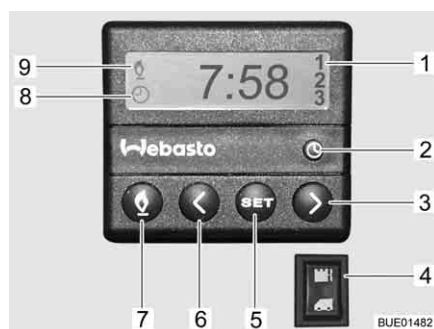

Fig. 176 Centralina di controllo per riscaldamento fisso
- Premere il tasto (Fig. 176,7). Il funzionamento del riscaldamento viene indicato con il simbolo (Fig. 176,9). La ventola viene inserita solo quando la temperatura dell'acqua di raffreddamento è pari a 30 °C.
- Premere il tasto (Fig. 176,7). Il simbolo (Fig. 176,9) si spegne.
- Premere l'interruttore (Fig. 176,4) in basso. Il motore viene preriscaldato. La ventola viene inserita immediatamente.
- Premere l'interruttore (Fig. 176,4) in alto. Il motore rimane freddo.
- Premere il tasto (Fig. 176,2). L'impostazione dell'ora viene indicata con il simbolo (Fig. 176,8).
- Impostare l'ora con i tasti (Fig. 176,3 e 6).
- Premere il tasto (Fig. 176,5).
- Impostare l'orario di accensione con i tasti (Fig. 176,3 e 6) entro 10 secondi.
- Premere il tasto (Fig. 176,5) fino a che nel display (Fig. 176,1) non appare il numero di programmazione desiderato.